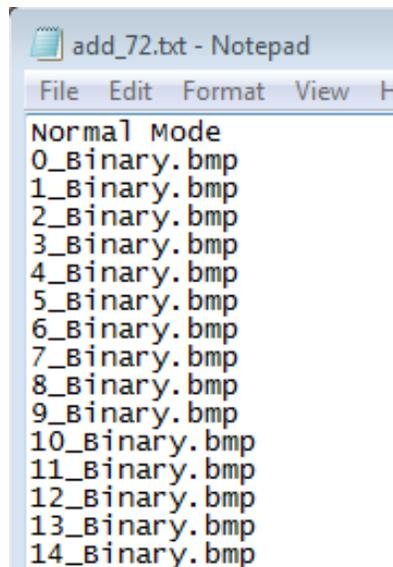
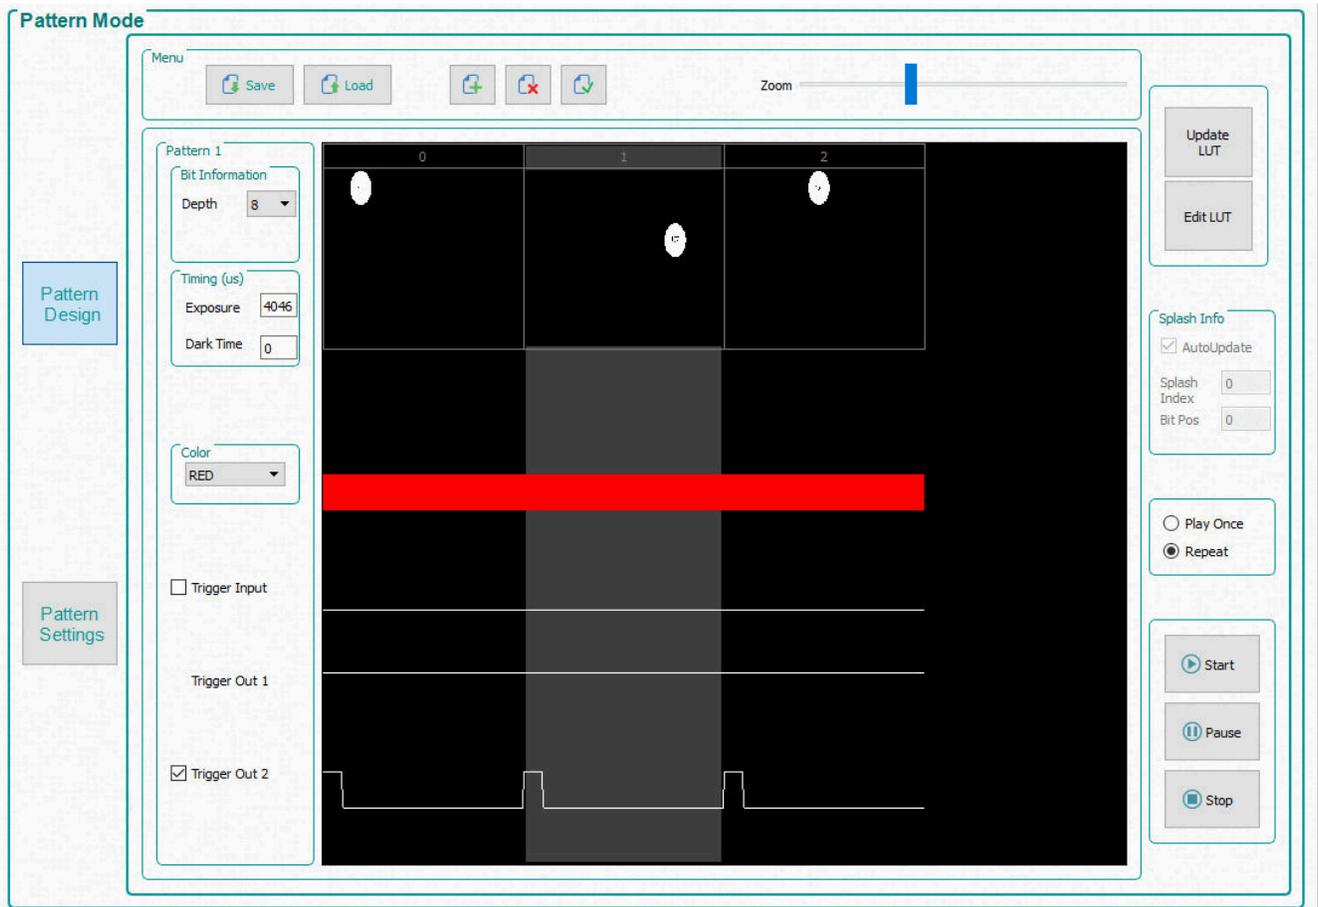

图 4-8. 从列表中添加
图 4-9. 图案序列
3. 点击 **Menu** 栏中的 **Add Pattern** 按钮，然后从图像示例目录中浏览任意三个位图图像。请确保从正在使用的 EVM 的正确图像文件夹中选择图像。可以在打开的文件对话框窗口中同时选择所有的三幅图像。一次选择多个文件时，操作系统可能不会按照选择图像的顺序加载图像。要按照预定义的顺序添加图像，请使用 **Load** 按钮。此选项从包含按所需顺序的每个位图的文件名的文本文件中加载图像。或者，您可以使用 **Add Pattern** 按钮一次添加一个图像，确保按顺序加载图像。图 4-8 展示了从文件中加载图像的示例。位图图像必须与文本文件位于同一目录中。添加图像后，请参阅图 4-9。